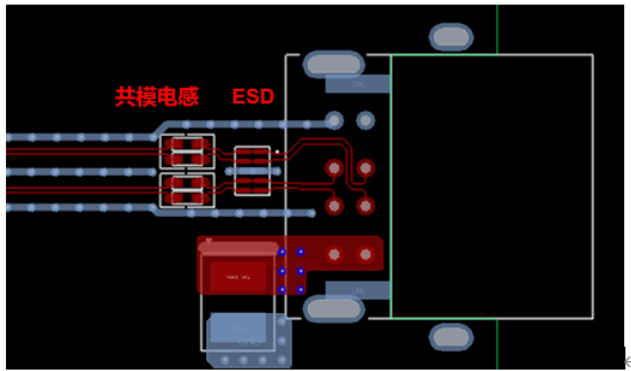

图 4-9 USB 的布局
- 2) ESD、共模电感器件靠近USB接口，放置的顺序是ESD-共模电感-阻容；同样的注意ESD和USB的距离，留有1.5mm的间距，考虑后焊的情况，如图4-9所示。